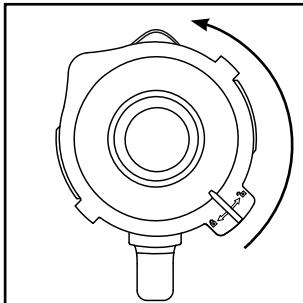

Fig. 1
- 1) Drej blenderkanden **③** i retning mod uret, indtil pilen  under blenderkandens hændtag står over positionen  Tag blenderkanden **③** lodret op fra motorblokken **⑥**.
- 2) Fjern låget **②** ved at dreje det mod uret i retning af position  (se fig. 1), indtil du kan tage det af oppefra.
- 3) Fyld blenderkanden **③** mindst op til den nederste streg på skalaen **⑧** og maksimalt til MAX-markeringen. For at opnå optimale resultater anbefaler vi følgende maksimale påfyldningsmængder: